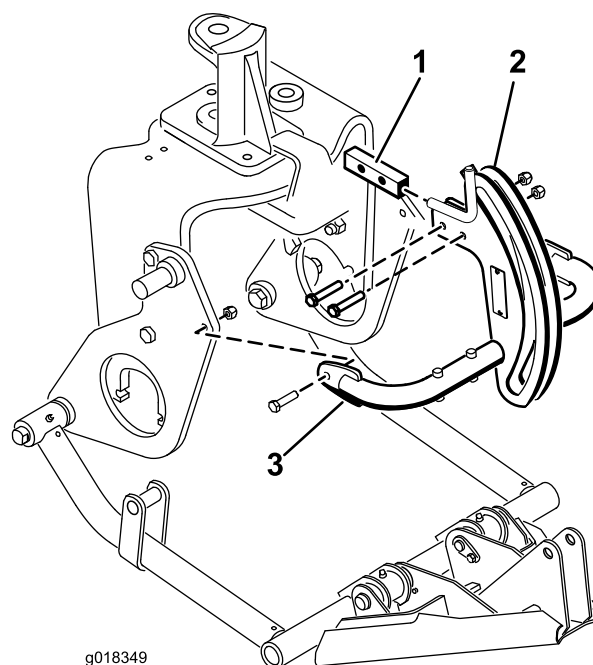

Рисунок 9
6. Установите верх рамы сцепного устройства к кронштейну рамы сцепного устройства 2 болтами (3/8 x 2 дюйма) и гайками (Рисунок 9).
7. Закрепите трубы рамы сцепного устройства на торцевых плитах болтами (3/8 x 1-1/2 дюйма) и гайками (Рисунок 9). Затяните детали крепления.